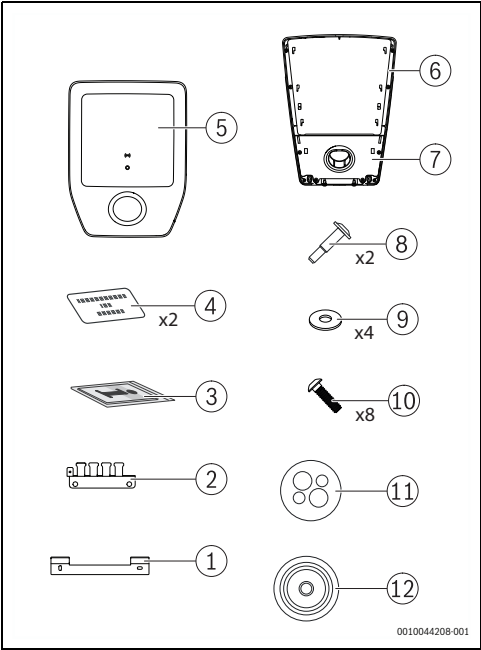

Bild 73 Lieferumfang
- Abdeckung [5] und Kappe mit dem Parkhalter [7] vorsichtig von der Logavolt abnehmen (→ Abb. 73, Seite 79).